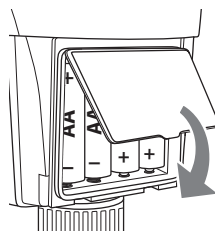

Fig. 3
- ♦ Placez le couvercle du compartiment à piles **10** sur le compartiment à piles. Veillez à une bonne fixation de la bague d'étanchéité (voir fig. 3).